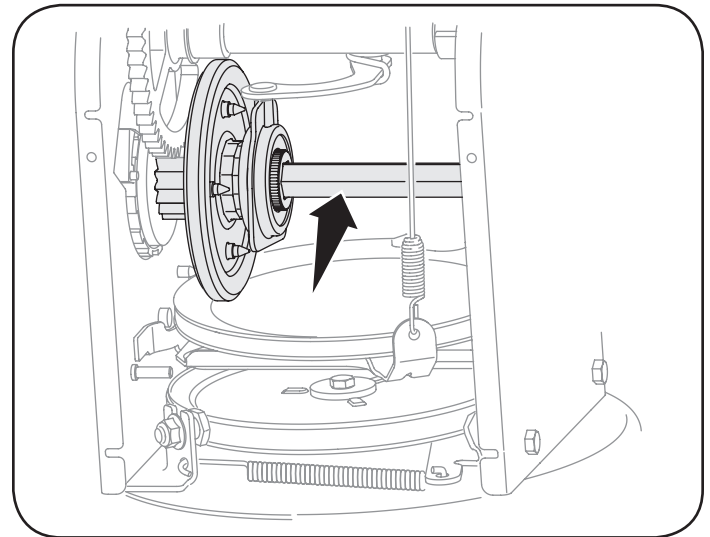

Figura 20
4. Aplique al eje hexagonal una capa ligera de una grasa multiusos apta para condiciones climáticas múltiples. Vea la Figura 20.